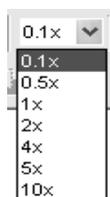

Рис. 2.53
- По умолчанию размер сетки для черчения равен 0.1 мм. Щёлкните левой кнопкой мышки по кнопке справа от значка **Grid Spacing** (Интервал сетки) на панели инструментов и в выпавшем списке выберите множитель **0.1x** (рис. 2.53), чтобы сделать размер сетки 0.01 мм.